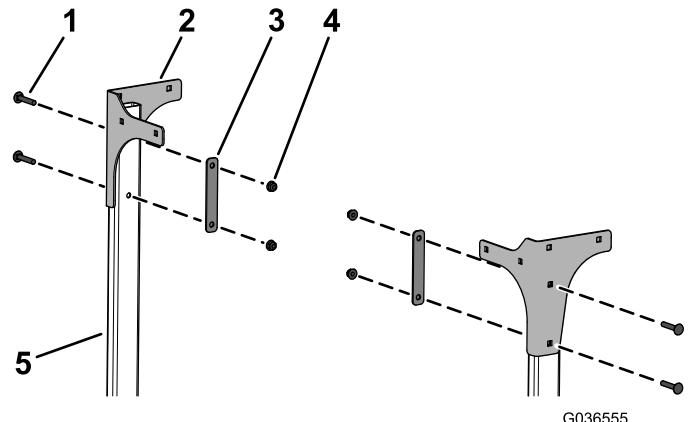

Figura 8
7. Instale sem apertar as placas traseiras esquerda e direita nas tubagens utilizando 4 parafusos de carroceria (5/16 x 1 3/4"), 2 placas posteriores e 4 porcas flangeadas (5/16"), como se mostra na Figura 8.